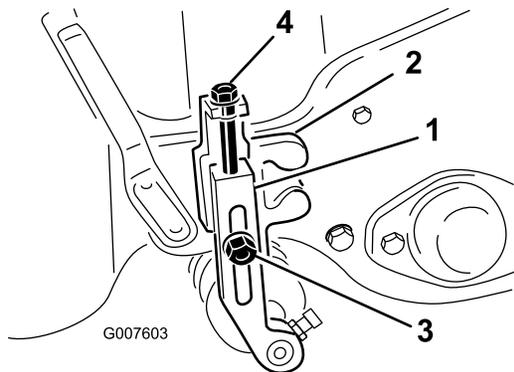

図 47
2. 刈り高アームを刈り高ブラケットに固定しているロックナットをゆるめる 図 47。